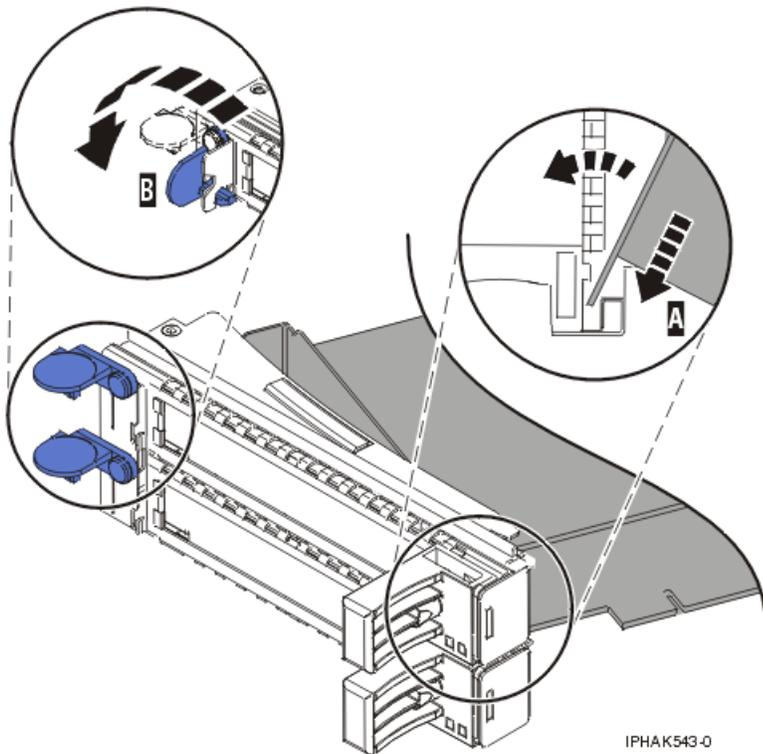
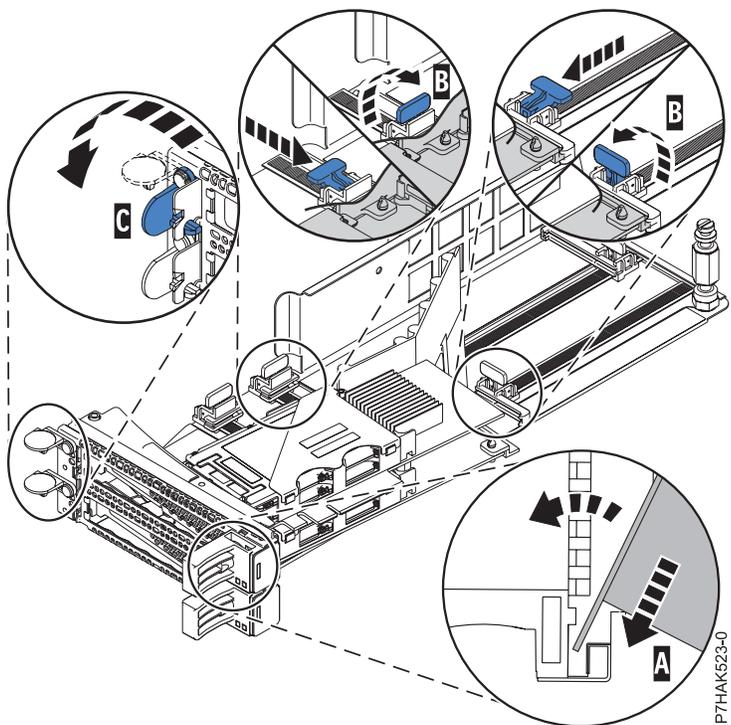

Figure 146. Remplacement de la carte de la cassette de cartes PCI
Figure 147. Remplacement d'une carte PCIe RAID et SSD SAS dans la cassette de la carte PCI
- a. Placez le levier de blocage de la contre-poupée en position ouverte, insérez fermement la carte dans le bloc de retenue **(A)**. Pour une carte PCI standard, voir figure 146, à la page 164. Pour une carte PCIe RAID et SSD SAS, voir figure 147, à la page 164.